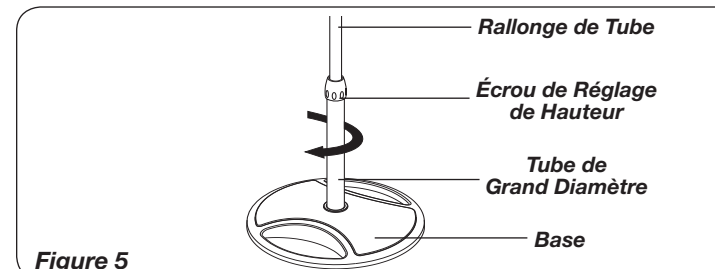

Figure 5
1. D'un mouvement de rotation, insérer l'extrémité d'un Tube de Grand Diamètre dans le trou de la Base. (Figure 5) Tourner le tube tout en le poussant pour l'asseoir complètement dans la Base.
- With a twisting motion, insert the end of the Large Diameter Pipe into hole in Base. (Figure 5) Turning pipe while pushing will assure pipe is fully seated in Base.